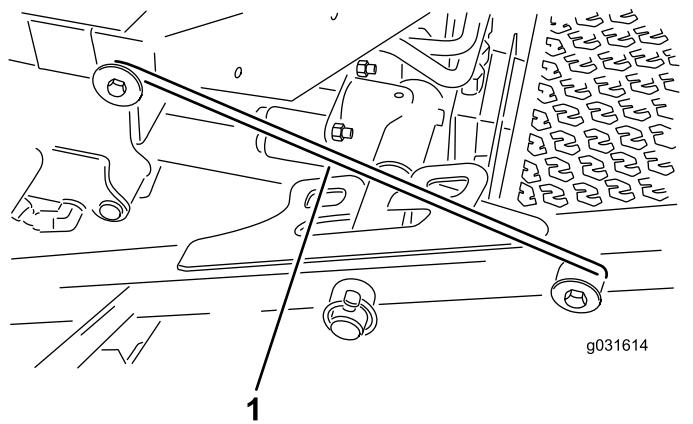

Figura 32
4. Liberate l'asta del dispositivo di sicurezza dal fermo del telaio portante anteriore (Figura 32).
5. Sollevate la parte esterna dei piatti di taglio anteriori e agganciate il dispositivo di sicurezza al perno del telaio presente sulla parte anteriore della piattaforma dell'operatore (Figura 32).